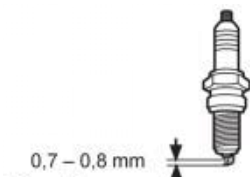

Fig. 79
6. Controleer de elektrodeafstand van de bougie. Deze moet 0,7 – 0,8 mm zijn (Afb. 79).